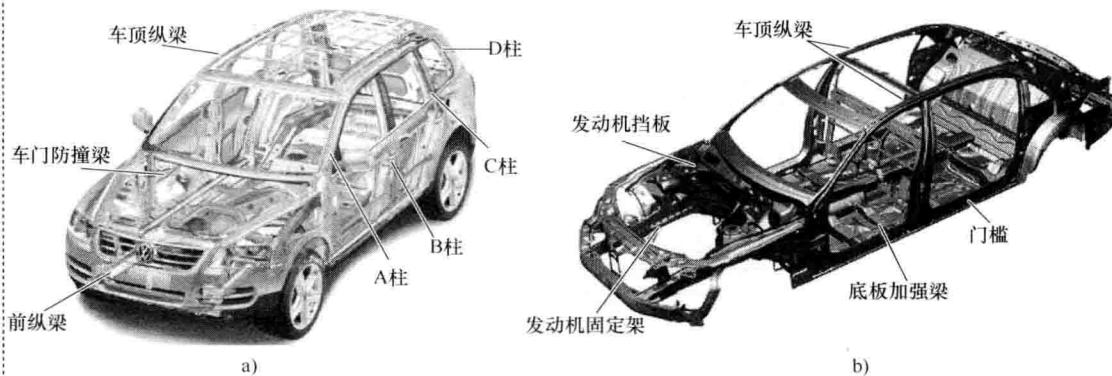

图 1-14 承载式车身结构
(1) 承载式车身的特点 承载式车身的汽车在平直路上行驶很平稳、固有频率低、噪声小、重量轻，广泛应用于轿车上。承载式车身(图 1-14)的汽车没有刚性车架，只是加强了车头、侧围、车尾和地板等部位，车身和底架共同组成了车身体本体的刚性空间结构，其底盘强度较有大梁结构的非承载式车身低。这种承载式车身除了其固有的承载功能外，还要直接承受各种负荷。这种形式的车身具有较大的抗弯和抗扭的刚度，质量小，高度低，汽车重心低，装配简单，高速行驶稳定性较好。但由于道路负载会通过悬架装置直接传给车身体本体，因此汽车内的噪声和车身所受振动较大。